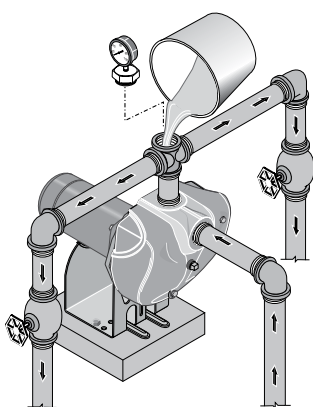

Figure 9 : Déposer le bouchon d'amorçage et faire le plein de la pompe avant de la démarrer
- 1° Déposer le bouchon d'amorçage (Figure 9).